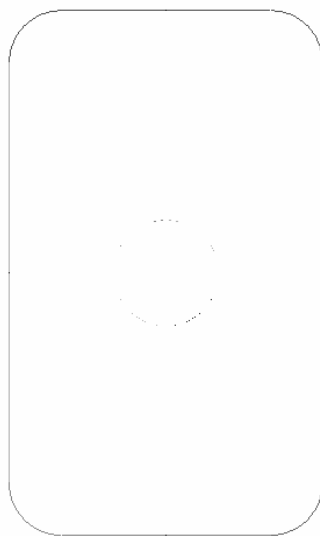

图 9-15 下壳的轮廓
(6) 如图 9-15 所示，删除 4 个扇形，并连接关键点生成下壳的整个轮廓。